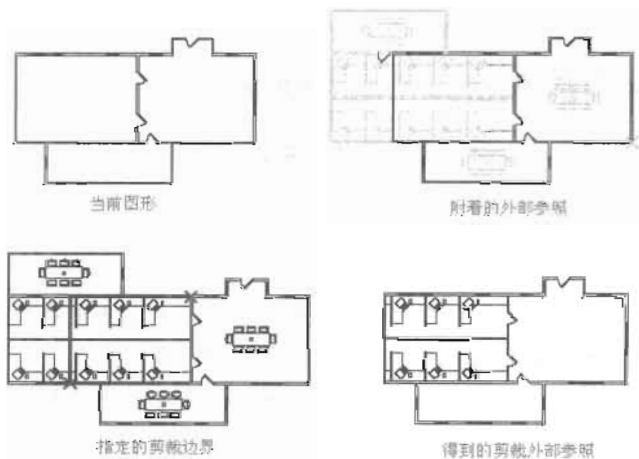

图 8-72
(1) 根据命令提示选择一个外部参照。
(2) 通过按 Enter 键指定“新建边界”。选择一个多段线,或指定一个矩形或多边形剪裁边界。指定边界的角点或顶点。(可选)在剪裁边界内部或外部,使用“反转剪裁”选项更改要隐藏的区域。
(3) 将根据用户指定的区域剪裁外部参照,如图 8-72 所示。